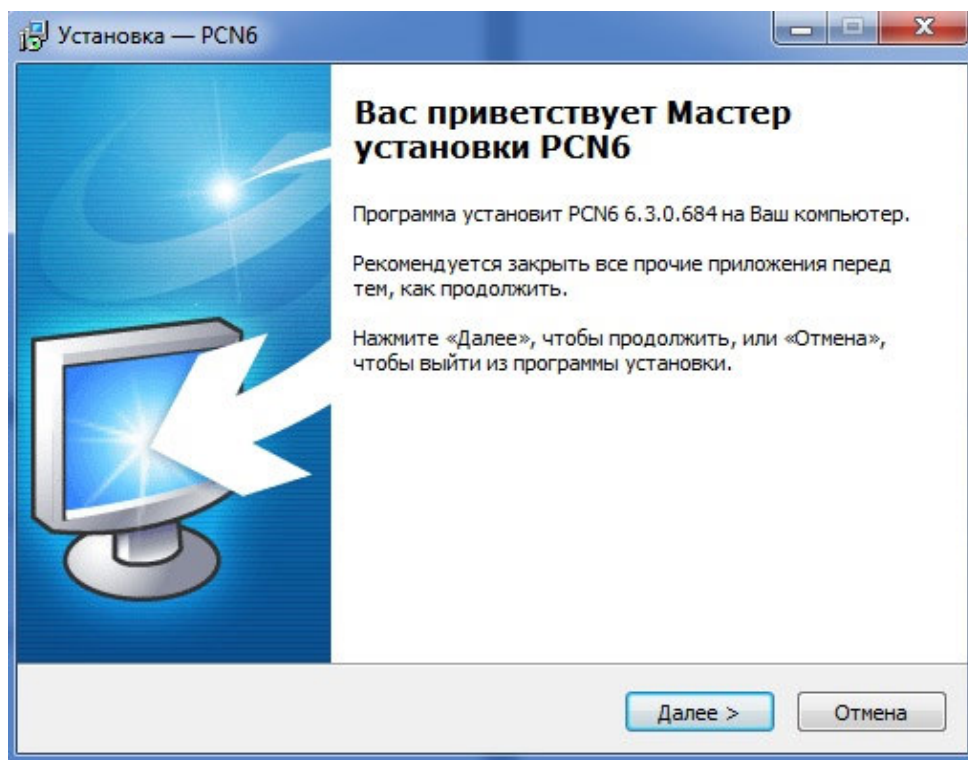

Рисунок 5
3.1.5 В окне мастера установки нажмите кнопку «Далее» (Рисунок 5).